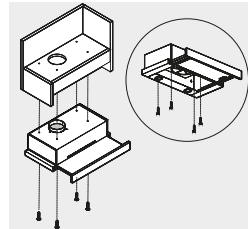

Figura 2
- Fije la campana al mueble, asegurándola con los 4 tornillos ST 4.2X18 desde la parte interior de la campana.(figura 2).